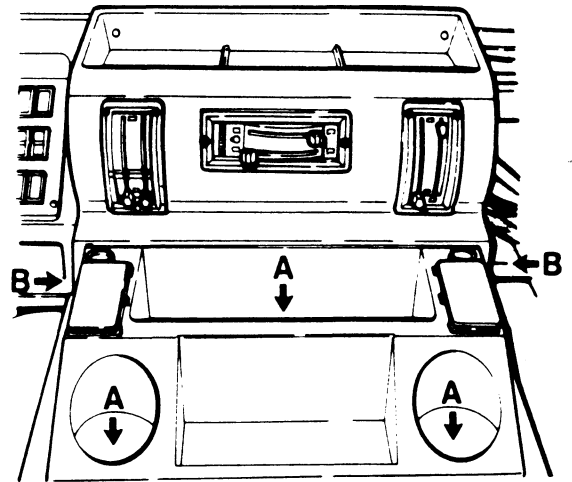

Fig. 3
- Verwijder de opbergbak door de 3 bouten gemerkt A uit te nemen (Fig. 3).